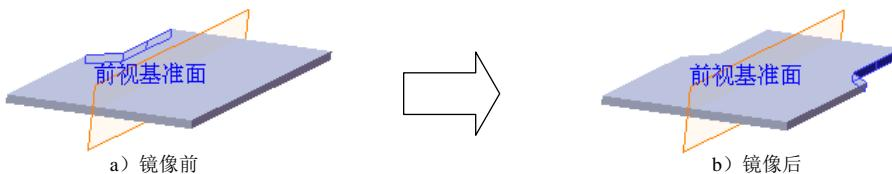

图 16.4.8 镜像 1
Step5. 创建图 16.4.8 所示的镜像 1。
(1) 选择命令。选择下拉菜单 **插入(I)** → **阵列/镜向(M)** → **镜向(M)...** 命令。
(2) 定义镜像基准面。选取前视基准面作为镜像基准面。
(3) 定义镜像对象。选择切除—拉伸 1 作为镜像 1 的对象。
(4) 单击对话框中的 按钮，完成镜像 1 的创建。